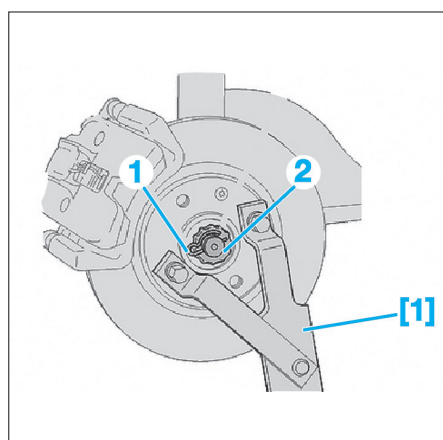

Fig. 2
- Mettre en place l'outil [1] (Fig.2).